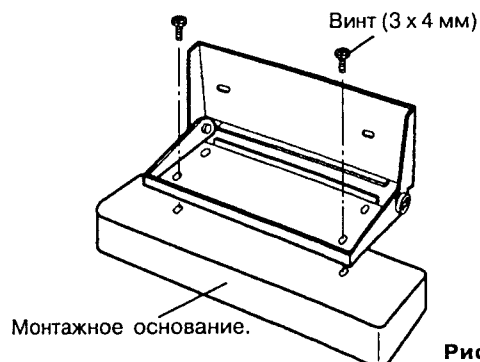

Рис. 11.
2. Для установки кронштейна на монтажном основании используйте винты (4 x 6 мм). (Рис. 11)